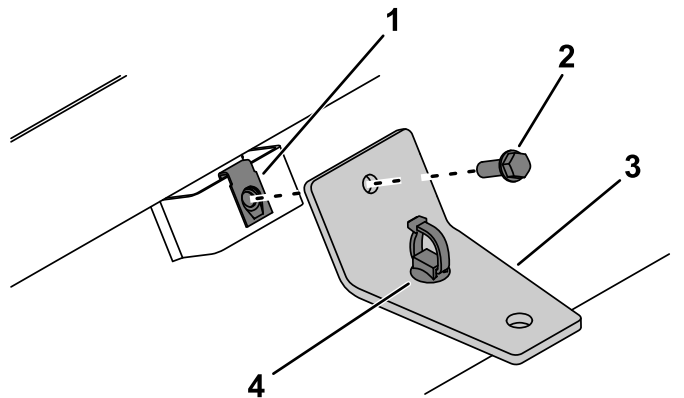

Figura 5
2. Prenda a montagem traseira no suporte de montagem do teto utilizando o parafuso de cabeça sextavada ($\frac{1}{4}$ pol. x $\frac{7}{8}$ pol.) e porca rápida (Figura 5).
3. Instale o clipe de fixação na montagem traseira (Figura 5).